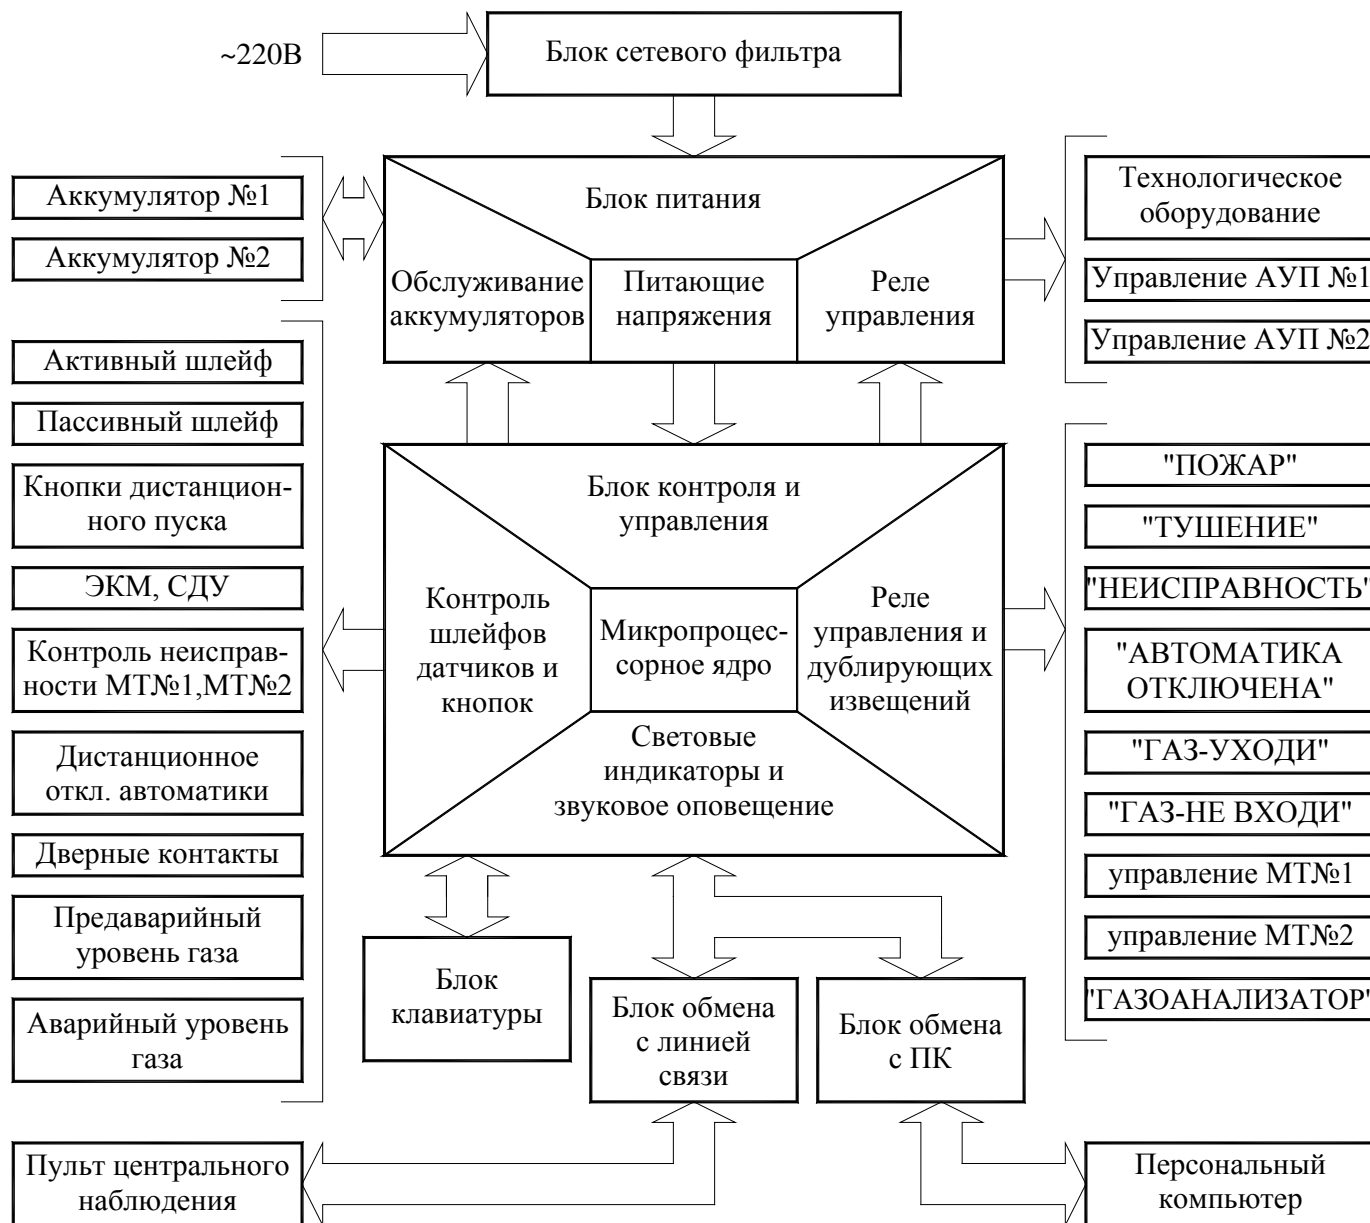

Рис. 3. Структура УАМТ и подключаемых к нему устройств
1. Структурная схема УАМТ представлена на рис.3.